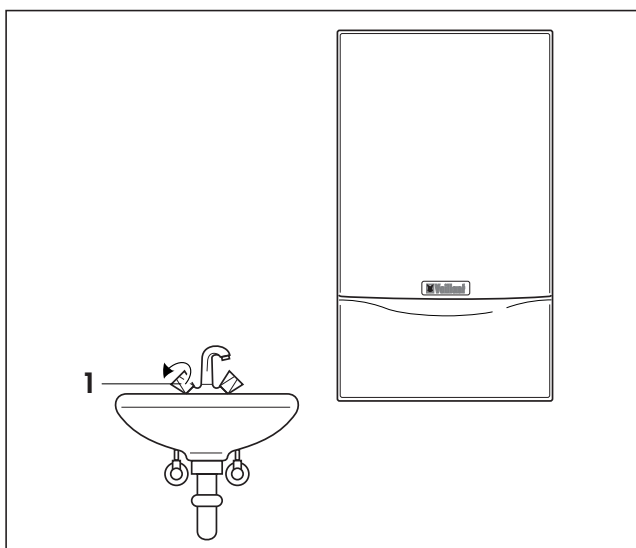

Fig. 3.10 Obținerea apei calde (aparate VU)
3.4.2 Obținerea apei calde (fig. 3.10)